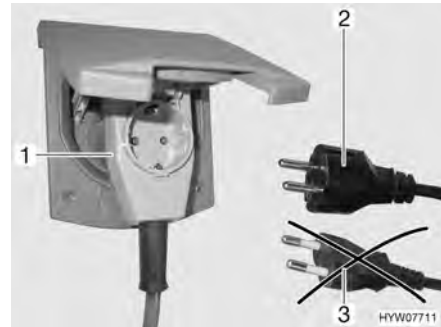

Fig. 110 Raccordement à un adaptateur coudé avec prise de courant
- Lors de l'utilisation d'un adaptateur coudé CEE 17 muni d'une prise à l'arrière (Fig. 110,1), se servir uniquement d'un connecteur en caoutchouc et scellé IP 44 avec contact de mise à la terre (Fig. 110,2). Ne pas utiliser de connecteur sans contact de mise à la terre (Fig. 110,3).